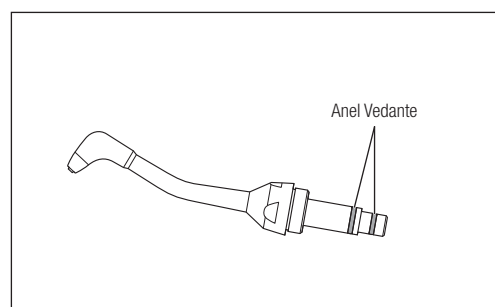

Fig. 45
- 2) Remova os anéis de vedação a partir da raiz do bocal, utilizando uma agulha, etc. (Fig. 45). Se houver pó nas ranhuras dos anéis, limpe as ranhuras antes de inserir os novos anéis.